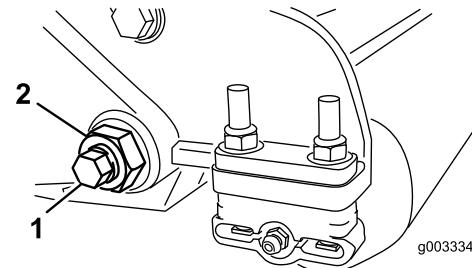
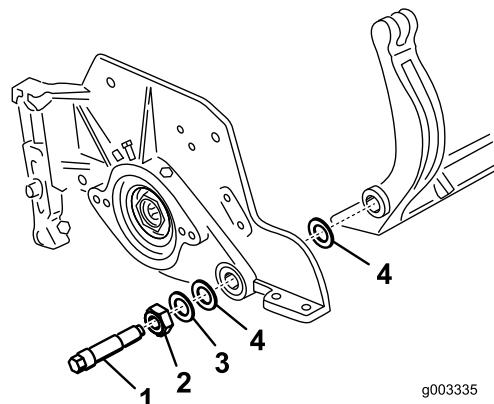

Figura 31
Figura 32
3. Desaperte a porca de bloqueio que segura a cavilha da barra de apoio, em cada um dos lados da máquina (Figura 31).
4. Remova cada uma das cavilhas da barra de apoio, de modo permitir puxá-la e retirá-la da máquina (Figura 31). Guarde as duas anilhas de nylon e anilha de aço prensado de cada uma das extremidades da barra de apoio (Figura 32).
4. Coloque uma arruela de aço no exterior de cada uma das arruelas de nylon (Figura 32).
Aperte os parafusos da barra de apoio com uma força de 27 a 36 Nm. Aperte as porcas até que a anilha de aço exterior pare de rodar e a folga seja removida, mas não aperte em demasiao nem desvie as placas laterais. As anilhas podem ter uma folga interna (Figura 32).